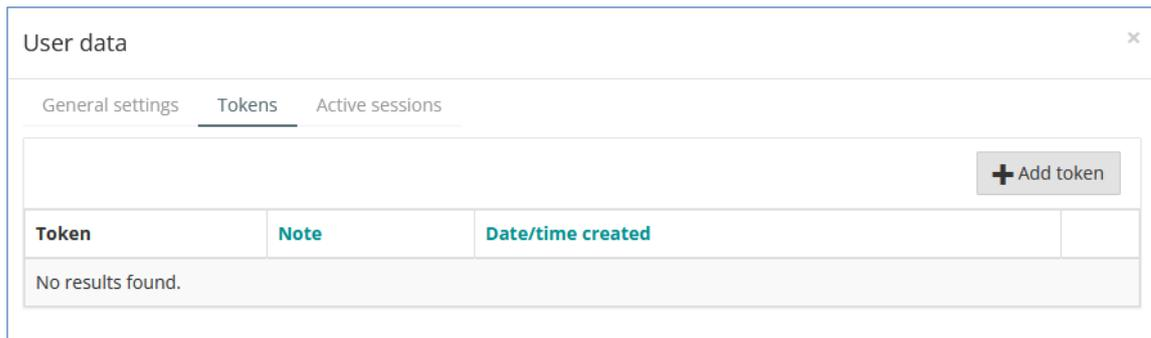

Abb. 8.17
3. Im Fenster **User data** öffnen Sie das Register **Tokens** (Abb. 8.17).